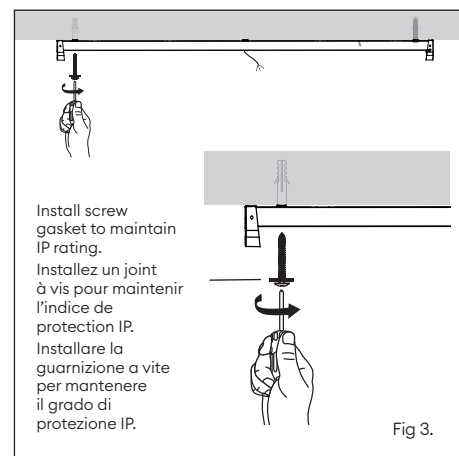

Fig 3.
5. Use supplied fixings to attach luminaire to ceiling or BESA, if using the supplied wall plugs, drill Ø 6mm holes. Use supplied grommets for cable entries (Fig 3).
5. Utilisez les fixations fournies pour fixer le luminaire au plafond ou au BESA. Si vous utilisez les chevilles murales fournies, percez des trous de Ø 6 mm. Utilisez les passe-câbles fournis pour les entrées de câbles (fig. 3).
5. Utilizzare i fissaggi in dotazione per fissare l'apparecchio al soffitto o alla BESA; se si utilizzano i tasselli in dotazione, praticare fori di Ø 6 mm. Utilizzare i gommini in dotazione per l'ingresso dei cavi (Fig. 3).